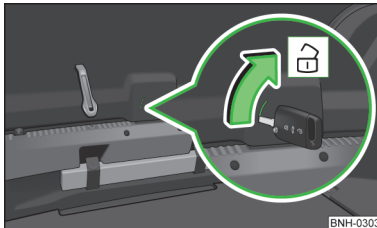

Abb. 150
- » Den Fahrzeugschlüssel in den Schlitz in der Verkleidung bis zum Anschlag einschieben » Abb. 150.